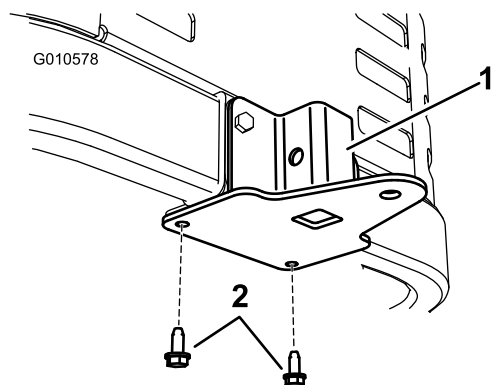

Figura 4
2. Assicurate la staffa di supporto alla parte inferiore del telaio della macchina con due viti autofilettanti (5/16 x 3/4 pollice), montate da sotto come illustrato nella Figura 4.